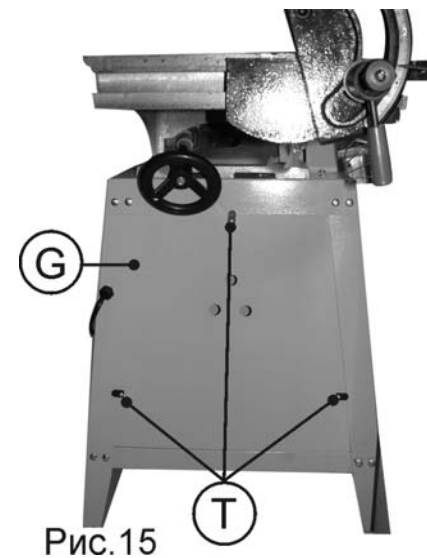

Рис.15
17.5.3. Ослабить три винта и снять правую боковую панель основания Рис. 15.
8.8.6. Установить правую боковую панель (G) как показано на Рис. 15 при помощи трех фиксаторов (Т), придерживая ее тремя пальцами через отверстия в панели.